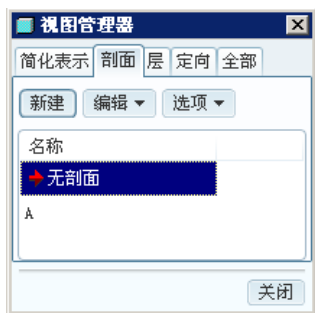

图 3.12.22 “视图管理器”对话框
Step3. 在“视图管理器”对话框中选取 **剖面** 选项卡，单击 **新建** 按钮，输入截面名称“A”，如图 3.12.22 所示，然后单击中键，系统弹出 **XSEC CREATE (剖截面创建)** 菜单。